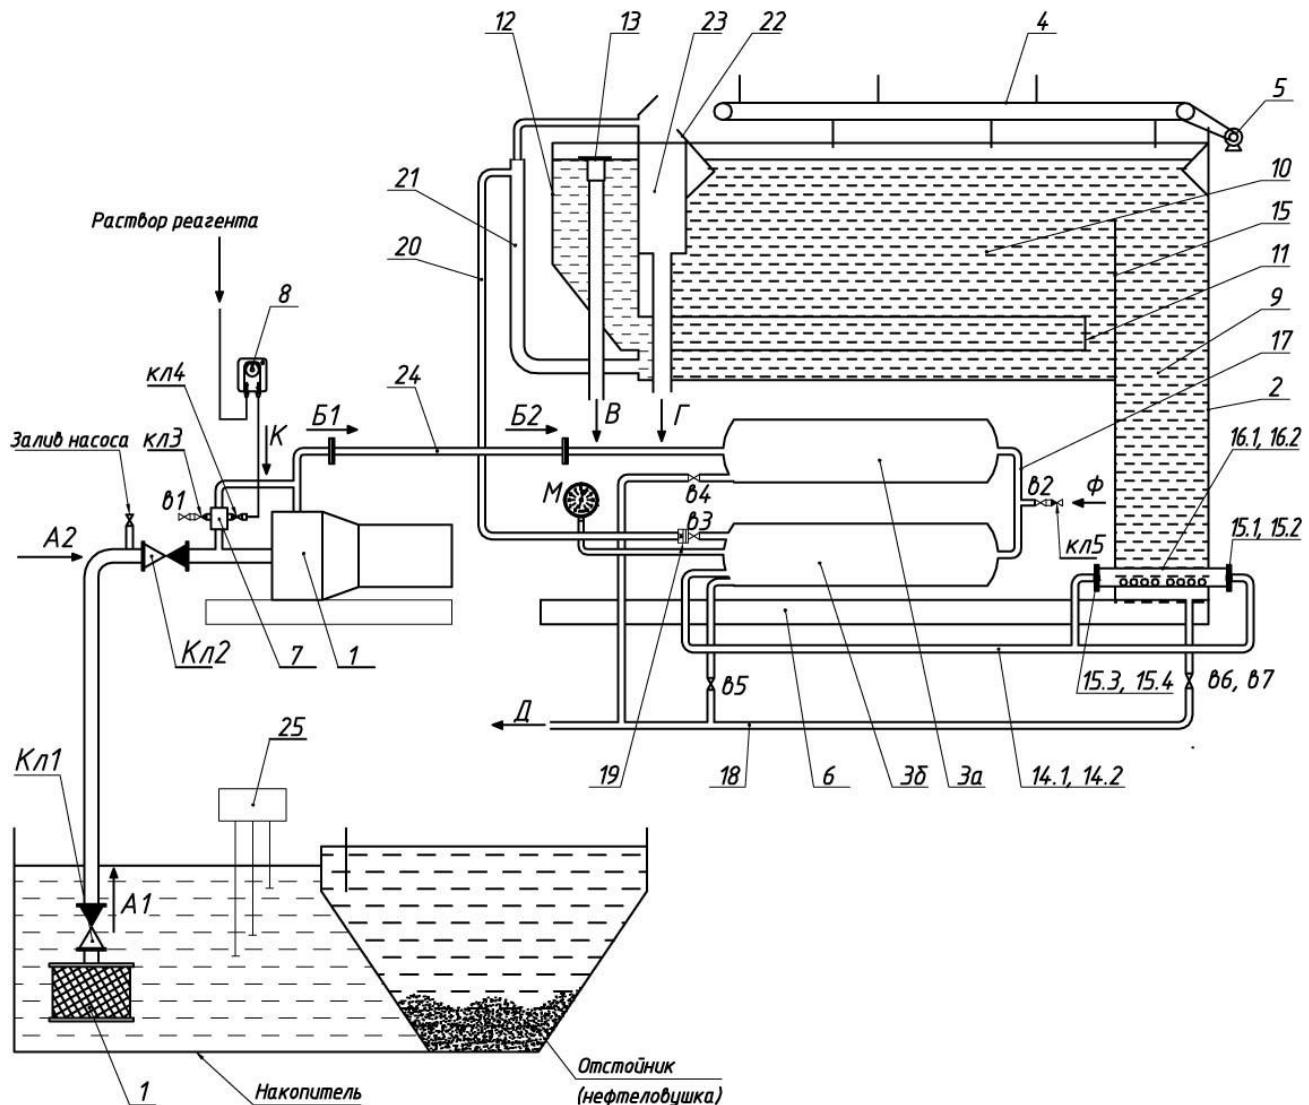

Рис.1. Технологическая схема установки «ФФУ-50».
Описание работы установки ФФУ-65 (рис. 1.).
Правильность установки можно проверить при заполнении емкостей водой, Выступающая часть шламового козырька **22** в кармане **23** (поз. по рис. 1) должна быть одинаковой по всей длине.
5.11. В случае использования реагентной обработки стоков произвести подключения насоса-дозатора (насосов-дозаторов) к патрубкам **К** и **Ф** в соответствии с технологической схемой и принятой технологией очистки (рис. 1). Решения по применению реагентной обработки принимаются по результатам технологических исследований.
- 6.3. Закрыть сливные краны **в4 – в7** (рис.1). Полностью открыть кран **в3**.